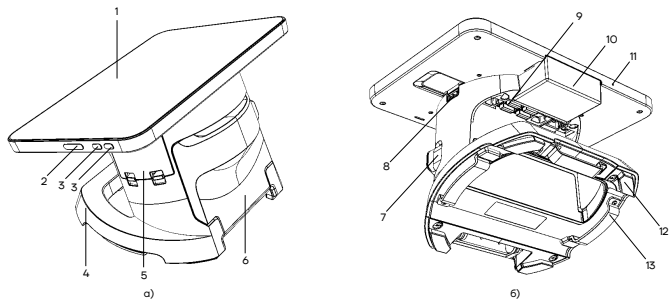

Рисунок 1. Внешний вид смарт-терминала:
- 1 Нажать на рычаг открытия крышки лотка для ЧЛ (см. рисунок 1). Открыть крышку.